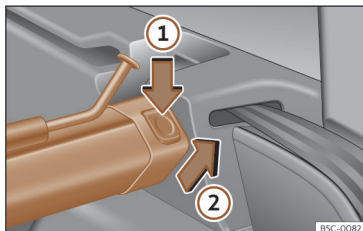

Fig. 133 Na bagageira: desmontar a rede de separação.
- Pressione o botão de desbloqueio esquerdo ou direito»» **Fig. 133** no sentido da seta ①.
- Retire a carcaça do suporte no sentido da seta»» **Fig. 133** ②.
- Pressione a carcaça nos suportes esquerdo e direito no sentido contrário ao da seta »» **Fig. 133** ② até que encaixe.